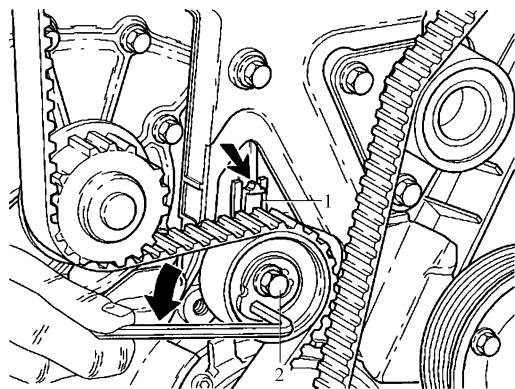

图 9-9 转动偏心装置
4) 固定住带张紧器的中央螺栓, 顺时针转动张紧器偏心装置直至张紧器的指针达到标记位置。然后向反方向转动偏心装置使指针达到缺口的中央位置, 如图 9-9 所示。将传动带张紧器的中央螺栓紧固至 $20\text{N} \cdot \text{m}$ 。